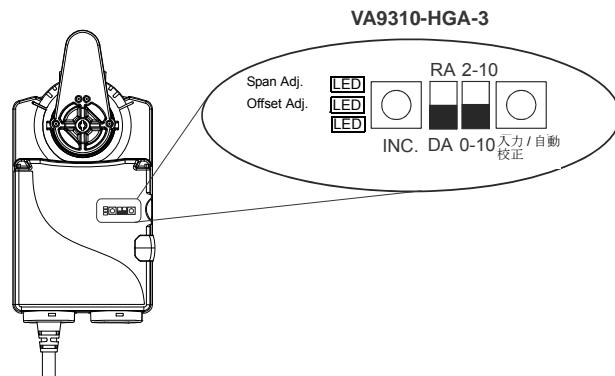

図 14: ディップスイッチと LED の配置
重要 : VA9310-HGA-3 アクチュエータをフローティング動作モードで使用する場合は、ディップスイッチが 2 ~ 10VDC オプションの位置に入っていることを確認してください。この設定で、漏電を示すコントローラーのトライアック出力に対応させることができます。ディップスイッチの位置設定については図 14 を参照してください。
自動校正プロセスを完了するには、3 個の LED がすべて点灯するまで **Enter/Autocal** (入力 / 自動校正) を押します。ディップスイッチと LED の図は図 14 で確認してください。
- まずディップスイッチ 1 と 2 を設定してから次に進みます。ディップスイッチの位置設定については図 14 を参照してください。